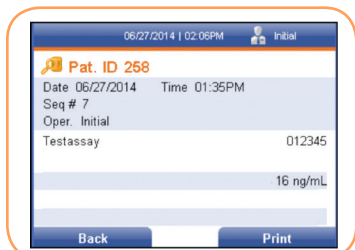

FIGURA 66
2. Use la tecla programable derecha del teclado para seleccionar Ver detalles. Se muestra la fecha y la hora a la que se obtuvo el resultado, junto con el número de secuencia, el operador, el número y lote de análisis y los resultados del paciente (Figura 66).